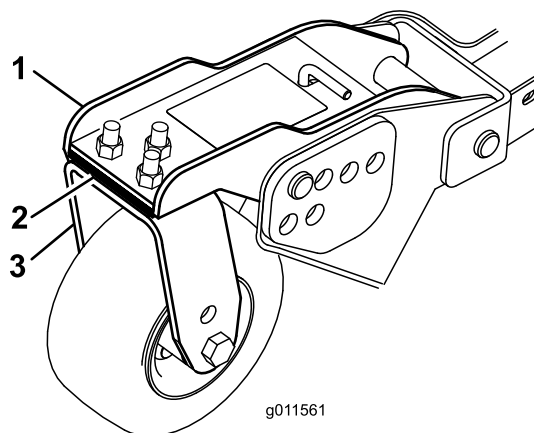

Bild 30
Drehen Sie die Schnittmesser jeder Spindel, bis die Enden nach vorne und hinten gerichtet sind. Messen Sie die Entfernung vom Boden bis zur vorderen Spitze der Schnittkante. Stellen Sie die 3-mm-Beilagscheiben an den vorderen Laufradgabeln auf die entsprechende Schnitthöhe auf der Skala ein (Bild 30). Weitere Informationen zur äußeren Spindel finden Sie unter Einstellen der Mähwerkneigung \(Seite 57\).
3. Wenn die innere Schnittkante des Seitmähwerks im Verhältnis zur äußeren Kante des Frontmähwerks zu hoch ist, entfernen Sie eine 3-mm-Beilagscheibe von der Unterseite des vorderen inneren Laufradarms am Seitmähwerk (Bild 30). Prüfen Sie den Wert zwischen den äußeren Kanten beider Seitmähwerke sowie